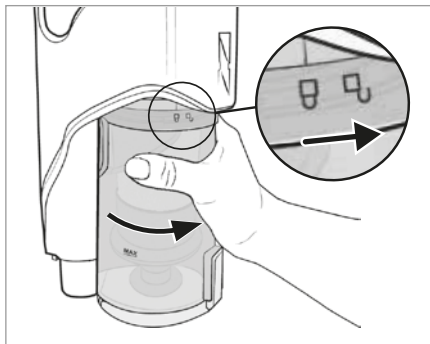

Abb. 25
- 8) Setzen Sie den Staubbehälter **7** wieder in das Gerät und drehen Sie ihn in Richtung des Symbols **🔒** (schließen), bis er fest im Gerät sitzt (siehe Abb. 25).